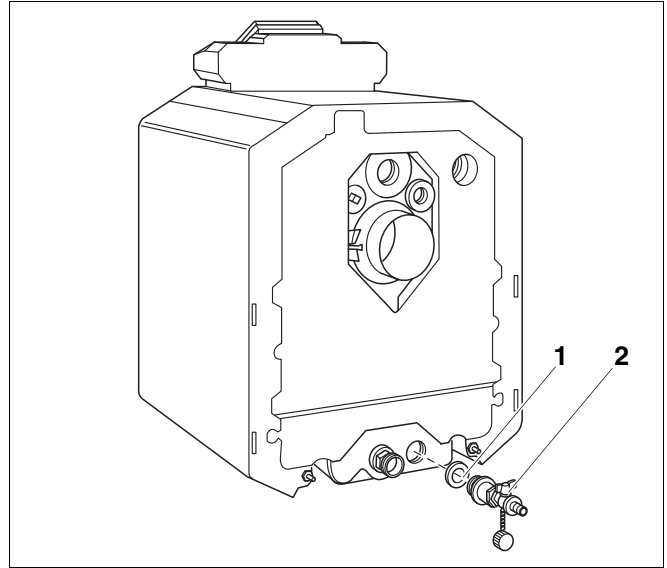

Abb. 3 Kessel-Entleerungs-Set (KES) am Heizkessel G115
- Prüfen, ob der O-Ring Ø 35 x 3 (Abb. 3, Pos. 1) richtig auf dem Kessel-Entleerungs-Set (Abb. 3, Pos. 2) aufgeschoben ist.
- Kessel-Entleerungs-Set (Abb. 3, Pos. 2) in den Sicherheitsrücklauf des Heizkessels einschrauben.